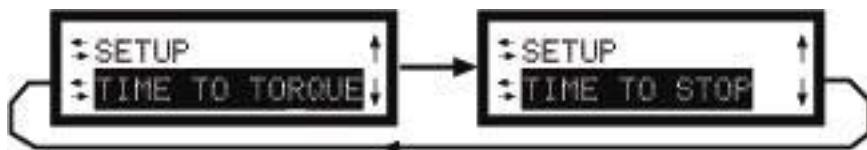

Figure III.14
Un appui sur la touche OPTIONS/TAB va faire basculer l'affichage entre les 2 modes temporisés disponibles comme l'indique la figure III.14 :
Ensuite, si l'utilisateur continue à appuyer sur la touche OPTIONS /TAB, on fait alterner l'affichage d'entrée pour les minutes et celui des secondes ainsi que celui d'entrée du moteur ON/OFF. Un appui sur la touche MOTOR ON/OFF/ESCAPE annule l'utilisation du viscosimètre en mode d'arrêt temporisé et revient à l'écran montré sur la figure III.14.
A ce stade, l'utilisateur doit appuyer sur la touche ENTER /AUTORANGE pour commencer le programme en mode d'arrêt temporisé. Toute autre touche pressée sera ignorée, à l'exception de la touche MOTOR ON/OFF/ESCAPE, qui va annuler l'acquisition en cours et va faire revenir l'utilisateur à l'affichage de l'écran montré en figure III.14, où vous aurez tout à recommencer.
**Remarque :** Lorsque le mode d'arrêt temporisé a commencé, une pression sur la touche MOTOR ON/OFF/ESCAPE annule la programmation en mode d'arrêt temporisé et fait revenir l'opérateur à l'écran affiché en figure III.14. Il faut noter également que les valeurs seront affichées selon la méthode en cours sélectionnée c'est-à-dire dans les unités du système CGS ou SI. En appuyant